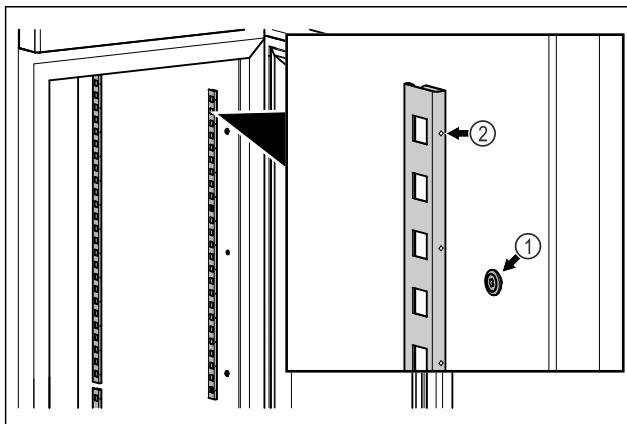

Fig. 48 Ενδεικτική απεικόνιση
- Αναρτήστε τα προφίλ ασφάλισης στην ανάρτηση Fig. 48 (1). Το σημάδι Fig. 48 (2) πρέπει να δείχνει προς τα εμπρός.